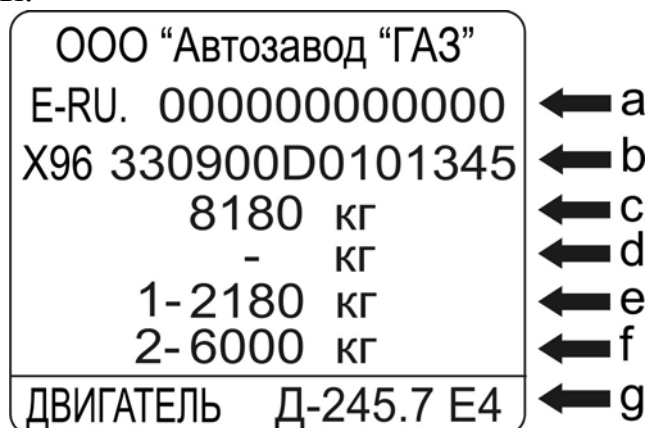

Рис. 1.4. Пример заводской таблички с паспортными данными автомобиля ГАЗ-3309:
1.4. Заводская табличка (рис. 1.4.), расположена на задней стойке проема правой двери кабины.